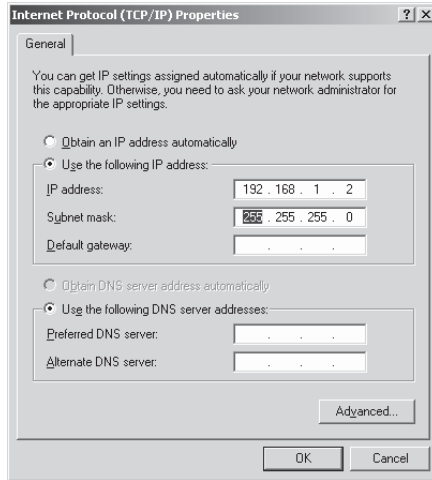

Рис. 7. Окно свойств интернет-протокола (TCP/IP)
6. Выберите **Use the following IP Address (Использовать следующий сетевой адрес)** и заполните поля в соответствии с рис. 7.
Имеется возможность сохранения в памяти и вызова до 12 наборов с помощью 12 кнопок выбора входов, как это показано на рис. 7. При управлении с помощью RS-232 имеется возможность сохранения в памяти и вызова до 16 наборов настроек.